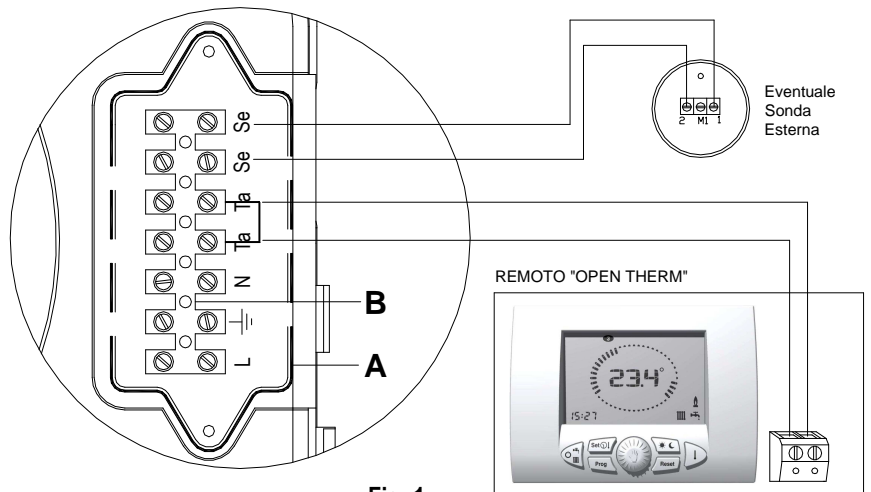

Fig. 1
- c. svitare le viti e rimuovere il piastrino A (vedi fig. 1).
- c. svitare le viti e rimuovere il piastrino A (vedi fig. 1).;
- svitare le viti e rimuovere il piastrino A (vedi fig. 1).